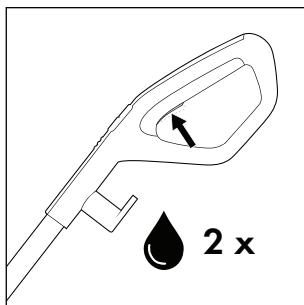
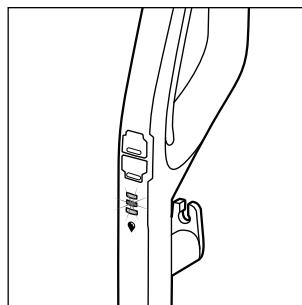

Abb. 14
Abb. 15
- Drücken Sie vor jedem Gebrauch zweimal kurz den Schalter Reinigungslösung  15, um die Dauersprühfunktion zu aktivieren und die Bürstenrolle 6 mit Reinigungslösung betriebsbereit zu machen (siehe Abb. 14). Die Anzeige Reinigungslösung  12 blinkt abwechselnd blau auf, wenn die Dauersprühfunktion aktiviert ist oder der Schalter Reinigungslösung  15 gedrückt gehalten wird (s. Abb. 15).